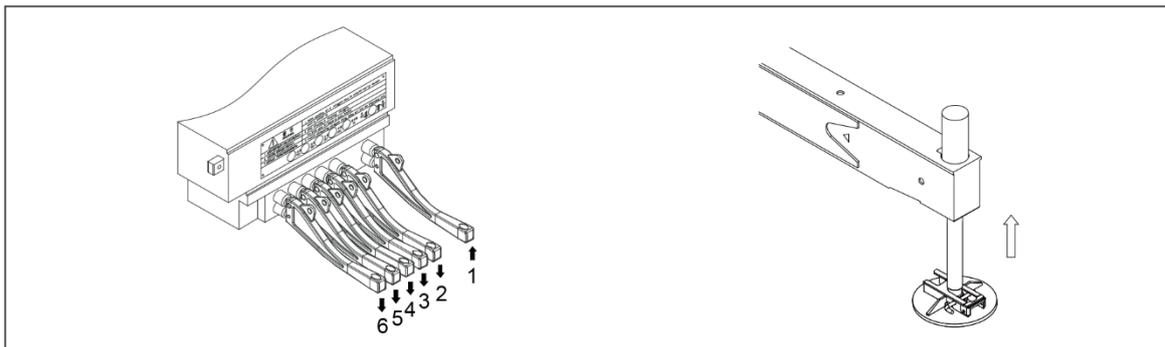

Figura 4-24 Extensão do cilindro vertical
- 3) Mova a alavanca 1 para cima, para retraindo os cilindros verticais completamente. Consulte a figura 4-24.